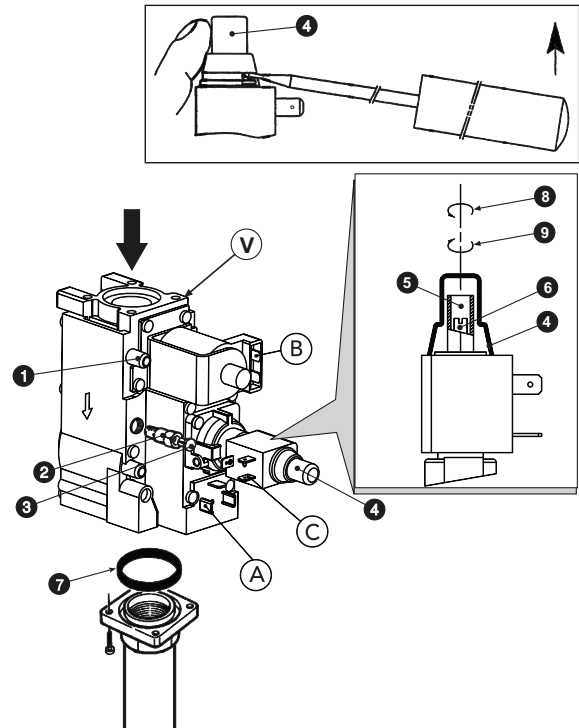

fig. 4 - Trasformazione gas di alimentazione
Le operazioni di regolazione della pressione si effettuano con caldaia in funzione operando sul regolatore di pressione presente sulle valvole gas a 2 stadi (vedere fig. 4)
3. Togliere il coperchietto di protezione del regolatore di pressione 4 di fig. 4.
1. Ruotare lentamente in senso orario la manopola del termostato di regolazione fino al 1° click; la valvola gas verrà così alimentata sulle connessioni A e B (vedere fig. 4).
2. Agire sulla vite 6 di fig. 4 controllando che la pressione corrisponda ai valori della tabella dati tecnici al sez. 5.3.
1. Ruotare la manopola del termostato di regolazione al valore massimo; la valvola gas verrà ora alimentata sulle connessioni A, B e C (vedere fig. 4).
2. Agire sulla vite 5 di fig. 4 controllando che la pressione corrisponda ai valori della tabella dati tecnici al sez. 5.3.
2. Togliere dalla valvola gas il piccolo tappo 3 (fig. 4), avvitare sulla valvola il regolatore "STEP" di accensione 2 contenuto nel kit di trasformazione e rimettere sul regolatore il tappo 3.
Eeguire le stesse operazioni spiegate precedentemente avendo cura di togliere il regolatore "STEP" di accensione 2 di fig. 4 della valvola gas; il tappo 3 di fig. 4 deve essere montato direttamente sulla valvola.